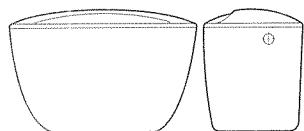

Рис.6
- бачок смывной с верхним пуском с боковой подводкой низкой (рис. 6).